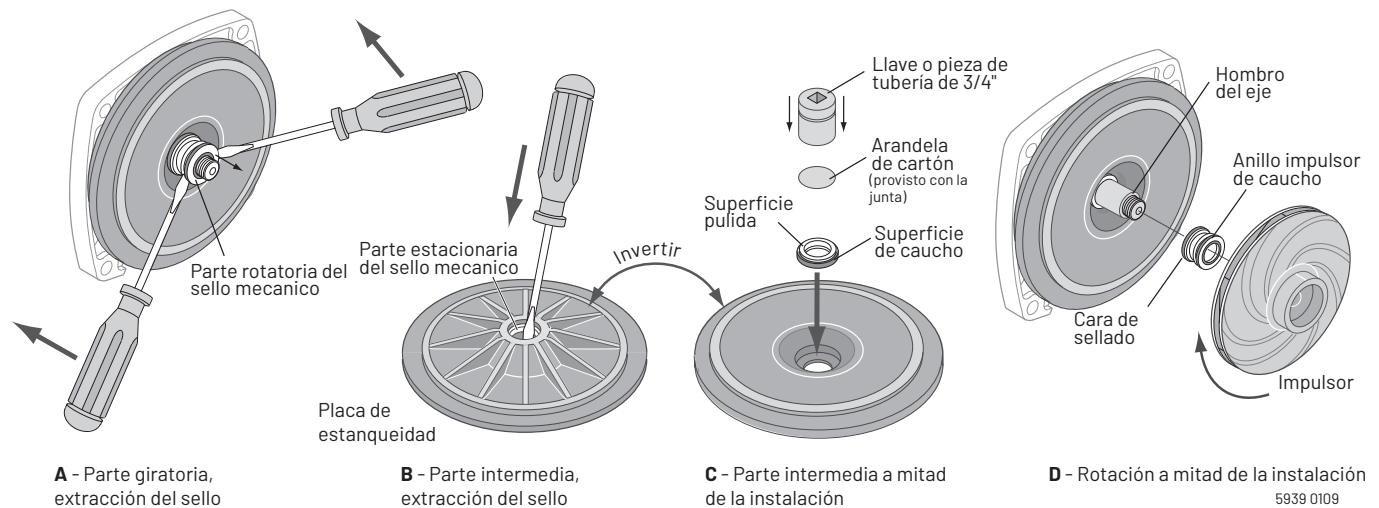

FIGURA 5
1. Después de desenroscar el impulsor, retire con cuidado la parte giratoria del sello haciendo palanca en la arandela de estanqueidad. Para ello, use dos destornilladores (consulte la Figura 5-A que se muestra a continuación). Tenga cuidado de no rayar el eje del motor.
2. Retire la placa de estanqueidad del motor y colóquela sobre una superficie plana, boca abajo. Use un destornillador para sacar el asiento de cerámica de la cavidad de estanqueidad (consulte la Figura 5-B que se muestra a continuación).
INSTALACIÓN DEL ASIENTO FLOTANTE (CONSULTE LA FIGURA 5-C QUE SE MUESTRA A CONTINUACIÓN).
INSTALACIÓN DE LA PARTE GIRATORIA DEL SELLO (CONSULTE LA FIGURA 5-C QUE SE MUESTRA A CONTINUACIÓN)